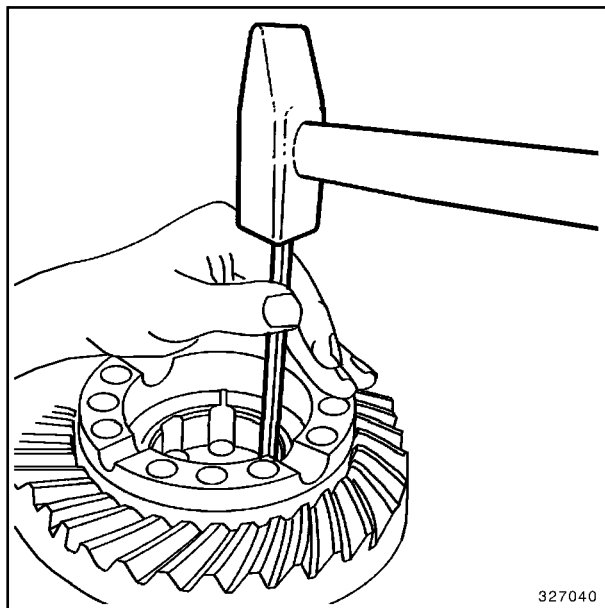

Fig. 5
- Desserrer les vis cylindriques (22) et enlever la couronne de différentiel (21).
- Séparer le carter de différentiel (20), enlever l'axe (12) avec les roues coniques (13) et les rondelles (14).
- Sortir les roues coniques (15) et les lamelles (16 - 18) des carters (20).
- Chasser les deux roulements à galets coniques (23) du carter de différentiel (20). Pour cela, placer un mandrin approprié de l'intérieur sur les bagues intérieures des paliers en le faisant passer par les percages à huile, voir Fig. 5.
- Tirer les bagues extérieures des roulements à galets coniques (23) des tubes d'essieu lorsqu'il est nécessaire de remplacer les paliers. Enlever les rondelles d'ajustage (24 - 26).